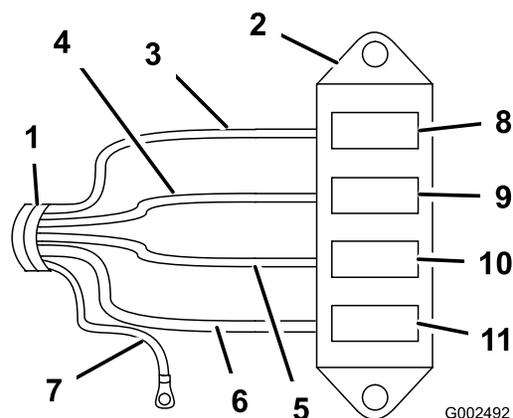

Figura 11
- Conecte el mazo de cables al bloque de fusibles conectando los cables del mazo a los conectores de cable correspondientes ubicados en la parte trasera del bloque de fusibles (Figura 11).